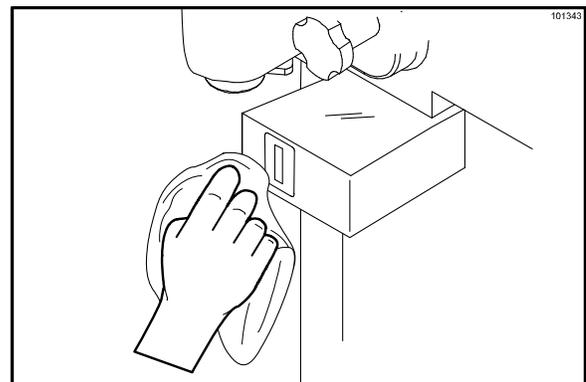

Figura 61
19. Use una toalla limpia, húmeda y desinfectada para limpiar suavemente el escudo del sensor de control de porciones y eliminar toda la mezcla acumulada. Inspeccione el escudo del sensor en busca de daños y reemplácelo si es necesario. (Vea la figura 61).